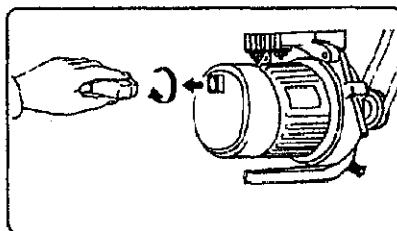
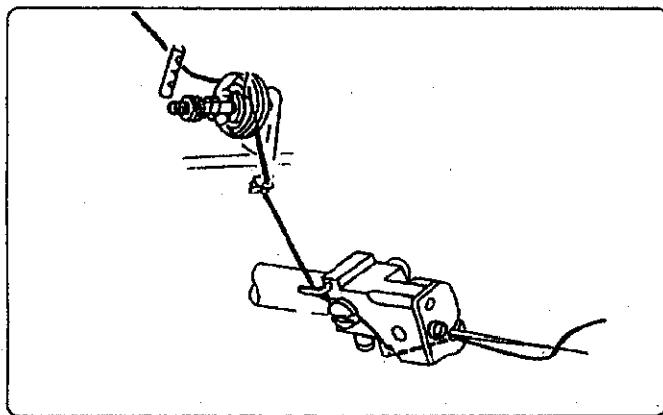

图 3-5 Fig 3-5
图 3-7 Fig3-1
(1) После завершения сборки и установки машины, подключите ее, в соответствии с диаграммой (схемой) подключения на моторе или инструкции на микро компьютере, и совершите пробный запуск машины, обращая внимание на направление вращения. При взгляде на блок (колесо) направление его движения должно быть по часовой стрелке как показано на рисунке. Если направление движения не правильное, оно может быть изменено путем поворота вилки (?) на моторе на 180 градусов. (см. рис.3-5).
(2) После запуска машины посмотрите на сферический индикатор потока масла и убедитесь, что масло течет. Если масло течет, масляная система в порядке. Затем дайте машине поработать вхолостую в течение 15 минут, начиная с малой скорости с ее постепенным возрастанием. Обратите внимание, нет ли чего необычного во время пробного запуска. Только в случае, что все нормально, машина может быть допущена к работе.
6. Вdevание нити. Нить продевается в соответствии с рис. 3-7
Натяжение нити напрямую влияет на плотность стежков. Качество шва в основном определяется натяжением нити по отношению к материалу, который прострачивают. Натяжение нити должно быть установлено в соответствии с толщиной материала, диаметром нити и качеством материала. Если материал толстый – натяжение должно быть слабее. Если он тонкий и мягкий, натяжение может быть немного ослаблено. После вdevания нитки сначала установите гайку на держатель нити во время пробного шитья (см. рис.3-7) до того, как нить натянется, когда вы потяните ее рукой. Затем урегулируйте позицию игольного штыря, чтобы контролировать плотность стежков.